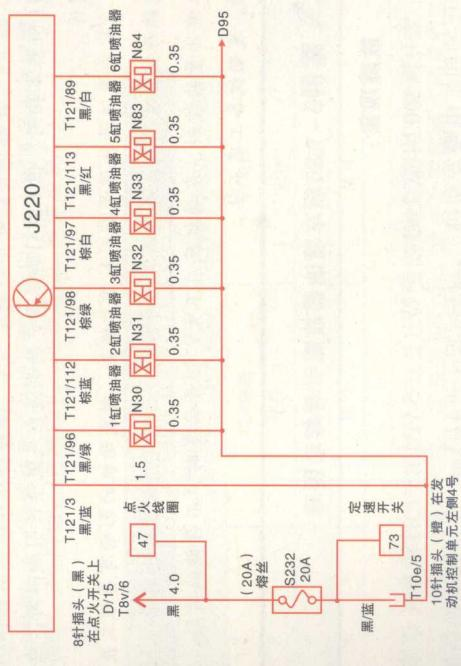

图1-2 S232熔丝电路图
1) 如图1-2所示，烧断的熔丝是S232(20A)，该熔丝是给发动机控制单元、六个喷油器和定速开关供电的。
4) 再拔下节气门控制部件8针插头（图1-2）。先用万用表测量端子7与地，为导通。再用万用表测量，当节气门完全关闭时，端子3和7间的电压为5V，而端子4和7间的电压始终为0V，而它本应为5V。